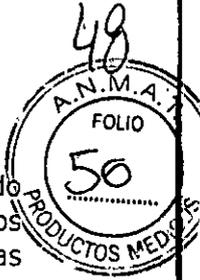

**Figura 9.** Enrollamiento de la parte sobrante del electrodo.
- Enrolle el electrodo sobrante formando un bucle circular mayor de 2 cm de diámetro. No forme un bucle o curvatura en forma de U (Figura 9). Un bucle circular reduce la posibilidad de interferencias electromagnéticas y sus efectos, e impide que el cuerpo del electrodo se retuerza y sufra daños.